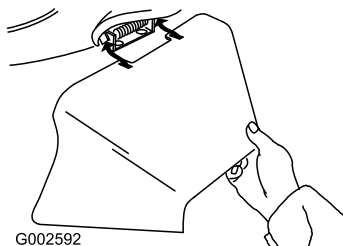

Figura 28
3. Montate il condotto di scarico laterale e chiudete lo sportello sul condotto (Figura 28).